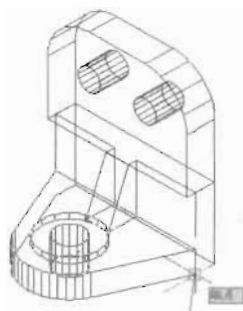

图 14-59
(5) 在命令提示行输入 `3dmove` 命令并回车, 然后捕捉模型 3 右下角的端点, 接着捕捉模型 2 右下角端点, 将两个模型组合到一起, 如图 14-59 所示。